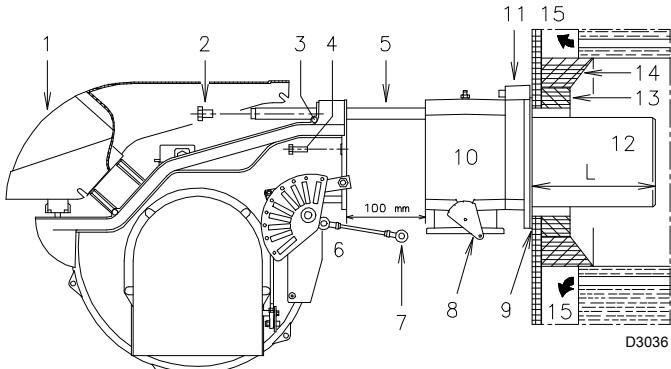
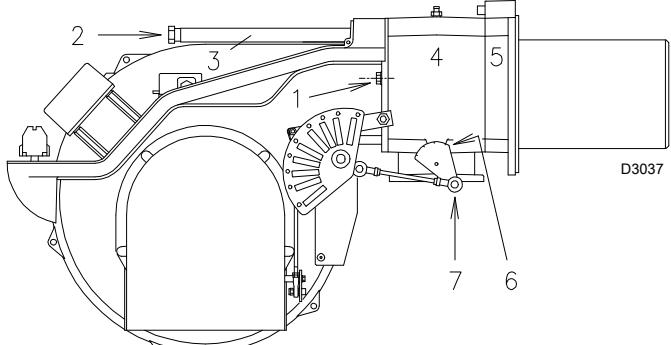

图 12
图 17
对于带水冷却前板的锅炉，则不需要耐火材料制成的炉补 13)-14)(图 12)，除非锅炉制造商另有要求。
- 将燃烧头与燃烧器的其余部分分开 (图 12) :
安装进行到这一步，已将燃烧头固定到锅炉上，如（图 12）所示。此时设定燃烧头很容易操作，只需根据燃烧器的最大出力对燃烧头进行设定。
燃烧头调整完成后，将燃烧器重新装回到滑杆 3)(图 17) 上，距多歧管 4)(图 17) 约 100mm，此时燃烧器位置如图（图 12），插好火焰探测电极电缆与点火电极，然后将燃烧器推抵多歧管，直至图（图 17）所示位置。
将螺丝 2) 重新装回滑杆 3)(图 17) 上。
用螺丝 1)(图 17) 将燃烧器与多歧管固定好。
将铰链 7) 重新与分度尺 6)(图 17) 连接。